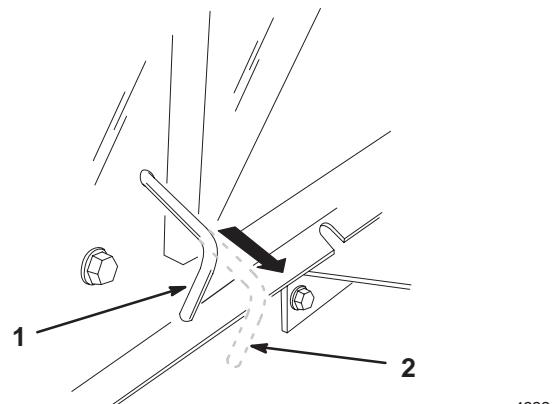

Bild 14
3. Ziehen Sie den Antriebshebel, der sich hinten an der Maschine befindet, in die Schieben-Stellung. Lösen Sie die Feststellbremse. Dadurch wird der Antrieb ausgekuppelt, und die Räder befinden sich im Freilauf (Bild 14).
1. Stellen Sie die Feststellbremse fest. Stellen Sie den Antriebshebel in die Einsatzstellung. Dadurch wird der Antrieb eingekuppelt (Bild 14).